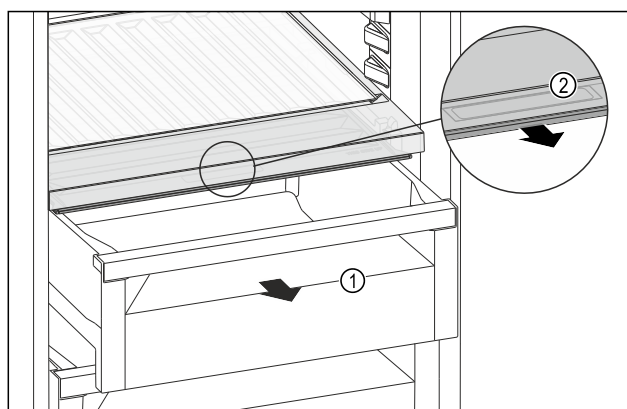

Fig. 158
- Vytiahnite zásuvku Fig. 158 (1).
- Uchopte priehlbinu na rukoväť Fig. 158 (2) na veko